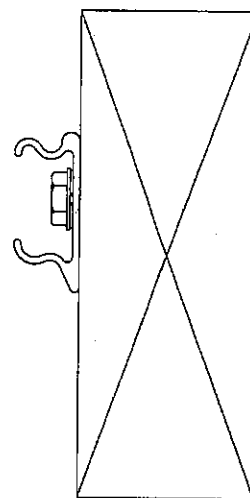

FIG. 3
4. ON FLAT SURFACES, SCREWS SHOULD BE PLACED ON 12 INCH (MAXIMUM) CENTERS. LOCATE END SCREWS ON EACH INSIDE EXTRUSION APPROXIMATELY 1 INCH FROM END OF EXTRUSION. (SEE FIG. 3 & 5)